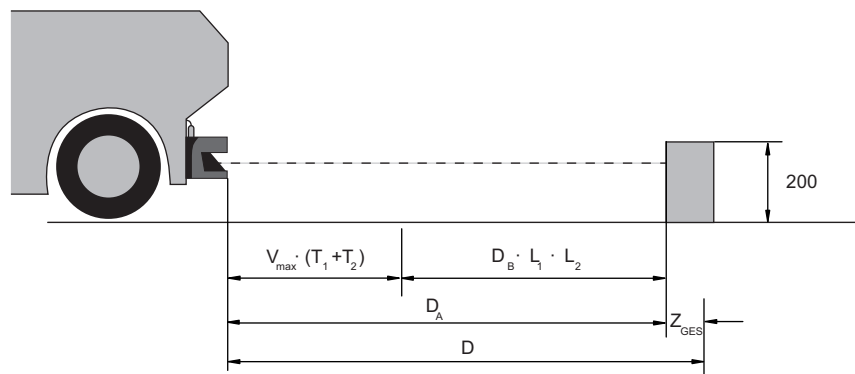

Bild 6.17: Mobile Gefahrbereichssicherung, Berechnung der erforderlichen Mindestdistanz D
- ↪ Stellen Sie die vertikalen Schutzfelder leicht schräg, so dass die unteren Schutzfeldkanten jeweils um den Betrag der Zuschläge Z_{SM} , Z_F und gegebenenfalls Z_{REFL} über die Fahrzeugbreite hinausragen (siehe Bild 6.17) .